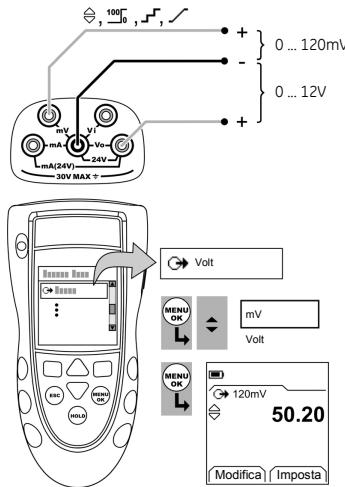

Figura 2: Esempio configurazione – per l'alimentazione di mV o Volt
- Collegare lo strumento (Figura 2) e, se necessario, modificarne il Setup (Tabella 1).